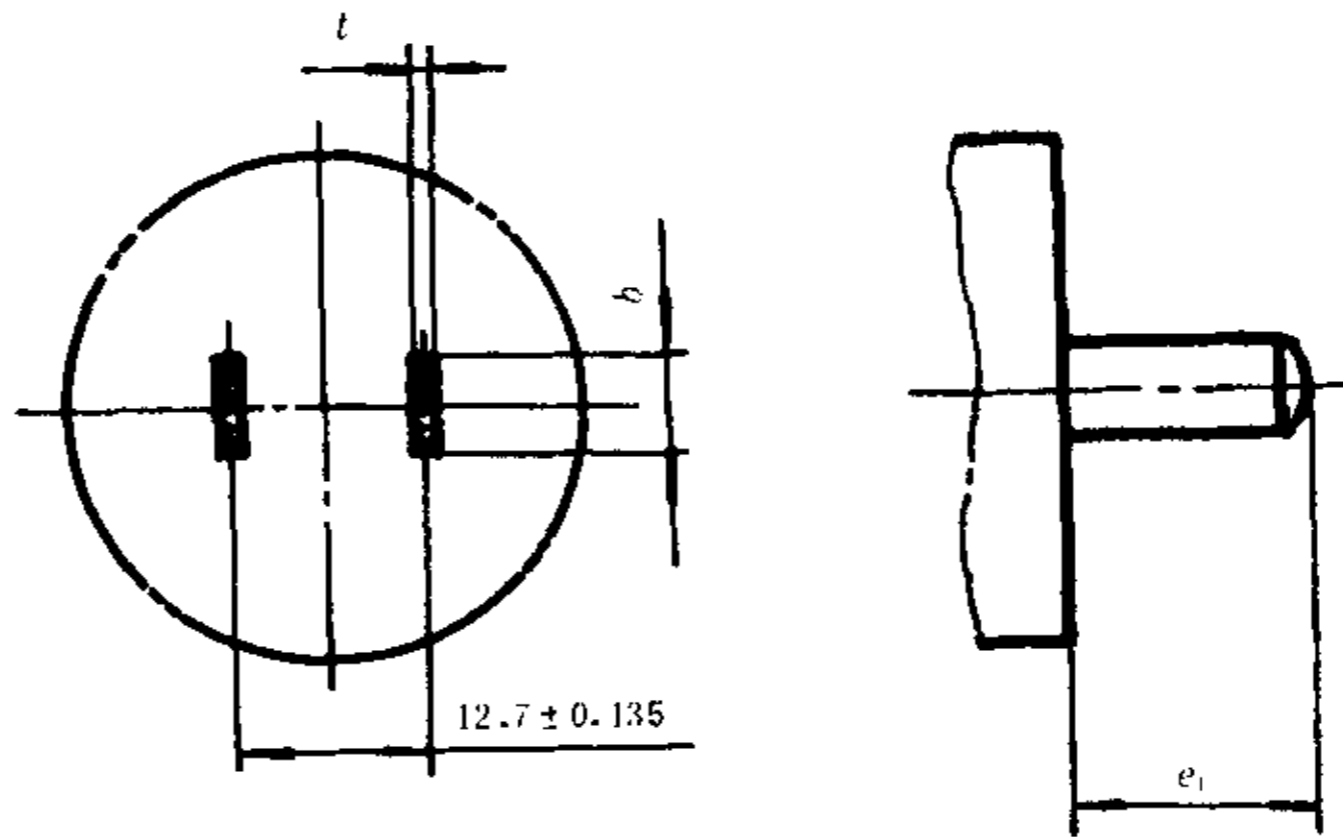
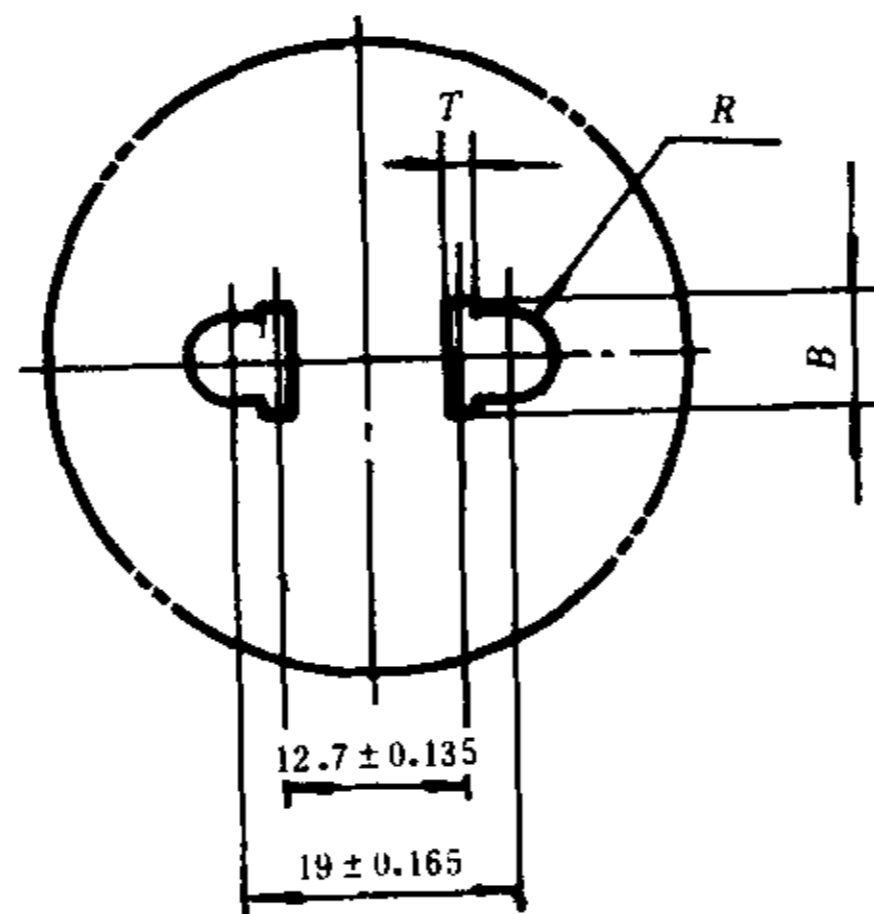
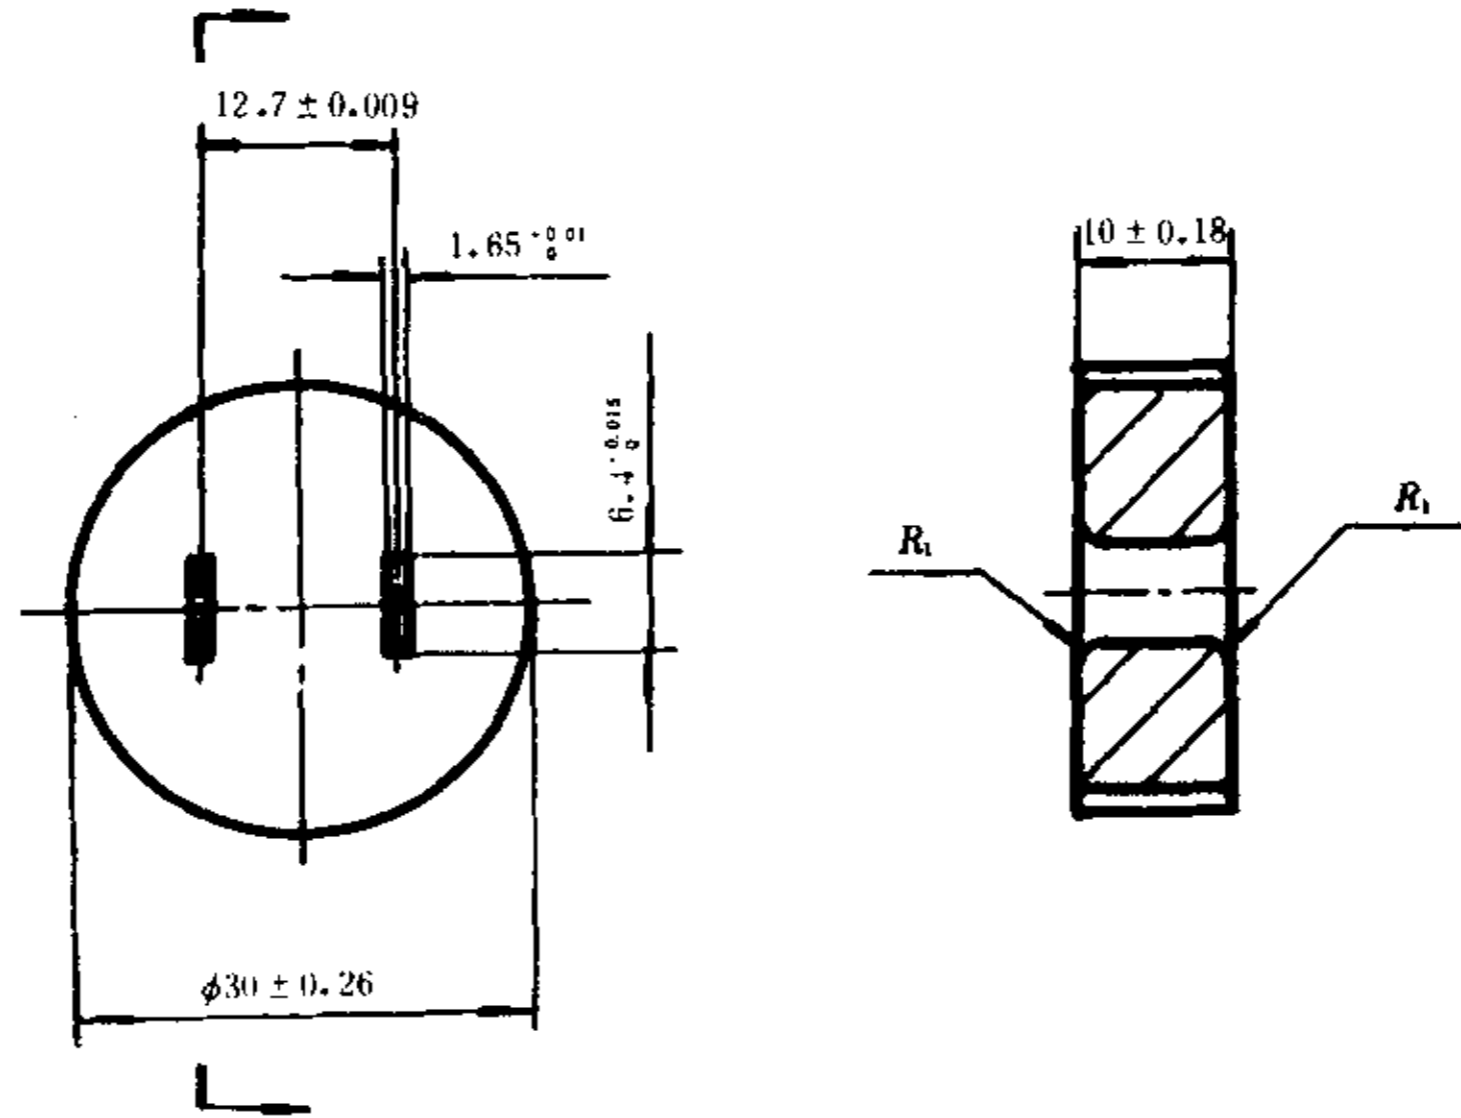
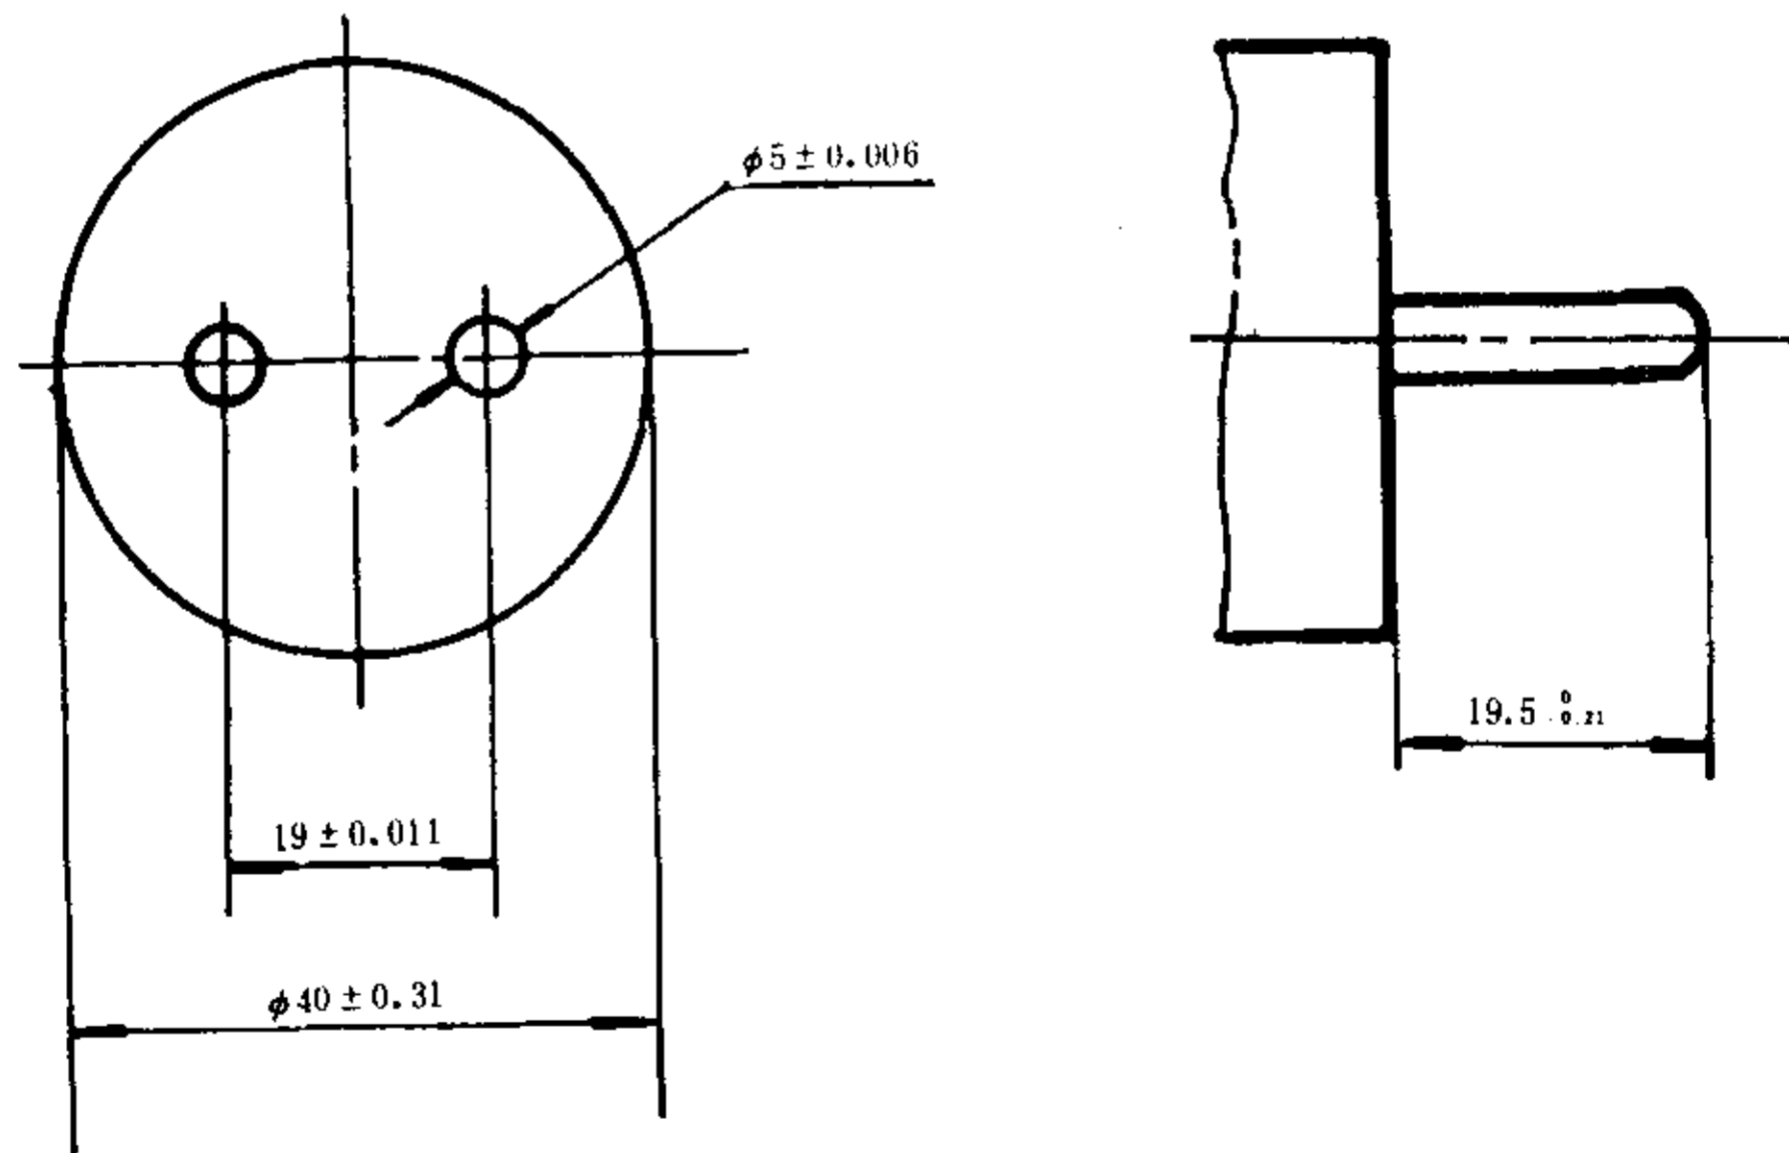

图 1 6A,10A 两极插头
图 7 10A 两极双用插座
图 8 图 1 插头量规
图 19 图 7 两极双用插座圆插部分通规
5.2 家用和类似用途单相插头插座的形式、基本参数和尺寸应符合表 1 和图 1~图 7 的规定。检验用的量规应符合图 8~图 19 的规定,粗糙度全部为 0.8 ,硬度为 HRC58~62,其平行度、垂直度、对称度等形位公差应为 GB 1184 中规定公差 7 级。